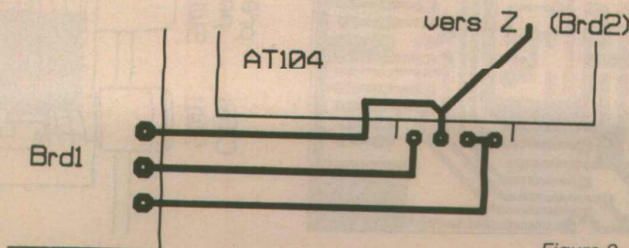

Figure 9
- 9 - Brd1 et Brd2 · fader. Voir la figure 9 dans ce numéro (535).